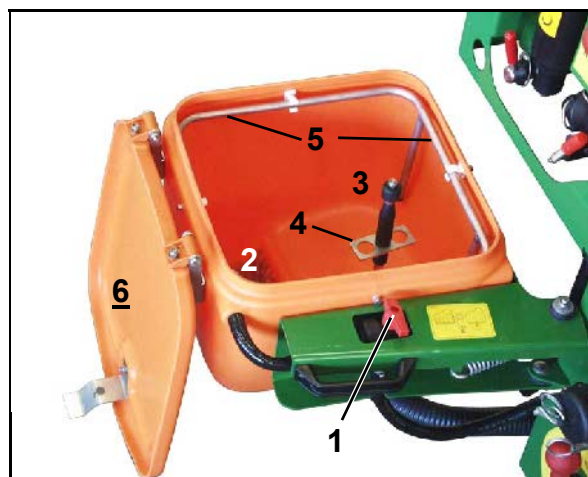

Bild 23
Vatten sprutas ut ur spolmunstycket (Bild 23/3) då:
- Tryckplattan (Bild 23/4) är nedtryckt av preparatdunk.
- Locket (Bild 23/2) är stängt varvid spolmunstycket öppnas.